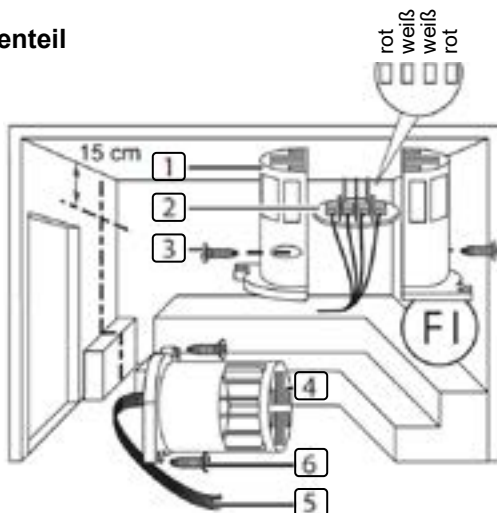
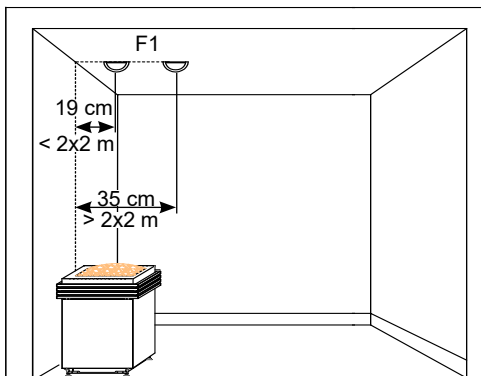

Abb. 6: Montage des Ofenfühlers bei Wandofen
Abb. 7: Montage des Ofenfühlers bei Standofen und Säulenofen
Beachten Sie bei der Montage des Ofenfühlers **Abb. 6** und **Abb. 7**:
- Der Ofenfühler ist an der Ofen-Rückwand oberhalb der Mitte des Wandofens zu montieren. Dabei ist ein Abstand von zirka 15 cm zur Kabinendecke einzuhalten. Bei einem Stand- bzw. Säulenofen beachten Sie **Abb. 7 auf Seite 16**.
3. Klemmen Sie die vier Anschlüsse der Ofenfühler-Leitung 5 gemäß der **Abb. 6 auf Seite 16** an.